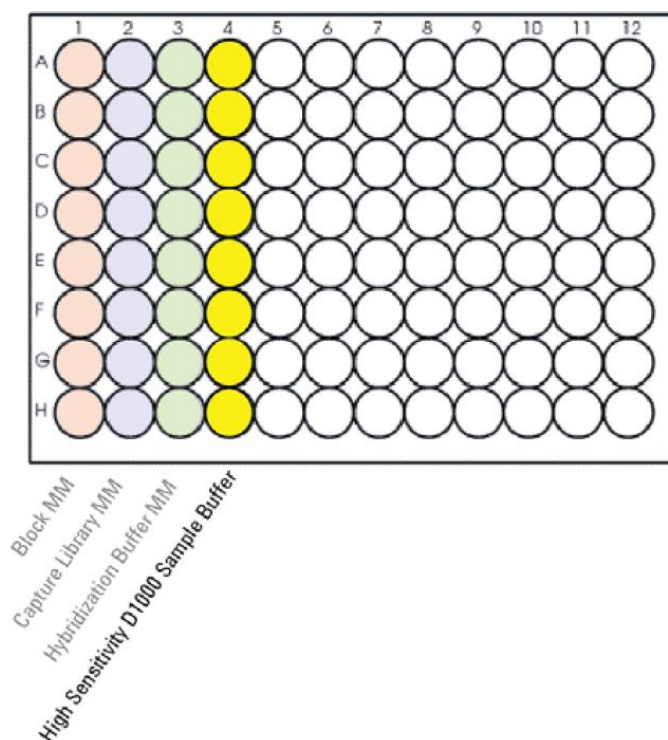

図 15 TS_High Sensitivity D1000_v.B1.0.1.pro 用の Sample Buffer ソースプレートの配置。
5. Hyb_XT_LI_ILM_v.B1.0.1.pro のランに使用した Eppendorf twin.tec プレートを使用し、Sample Buffer ソースプレートを室温で調製します。表 67 に従い、カラム 4 の各ウェルに High Sensitivity D1000 Sample Buffer を加えます。Sample Buffer ソースプレートの最終的な配置は図 15 に示します。